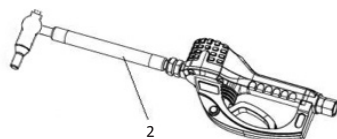

FIG. 3
1. Gjeng forlengingsslangenippelen (2) i målerutløp med minst tre fulle omdreininger. (FIG. 3). Ikke bruk en bøy/lås eller manuell avstengingsdyse. Du må bruke en automatisk dyse på måleren, hvis ikke kan måleren skades.